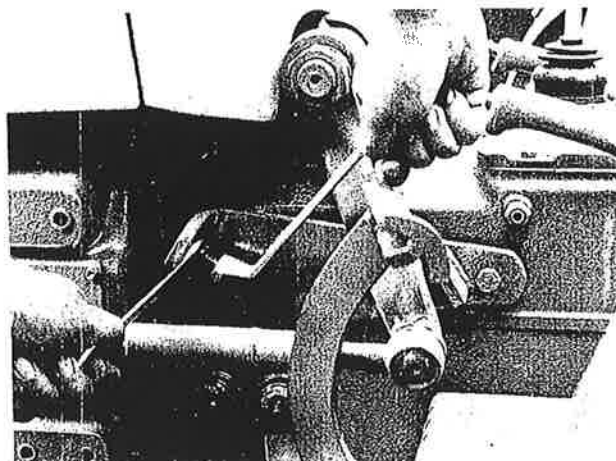

FIG. 80 - Réglage des fins de course
1) Réglage des deux fins de course (Fig. 80)